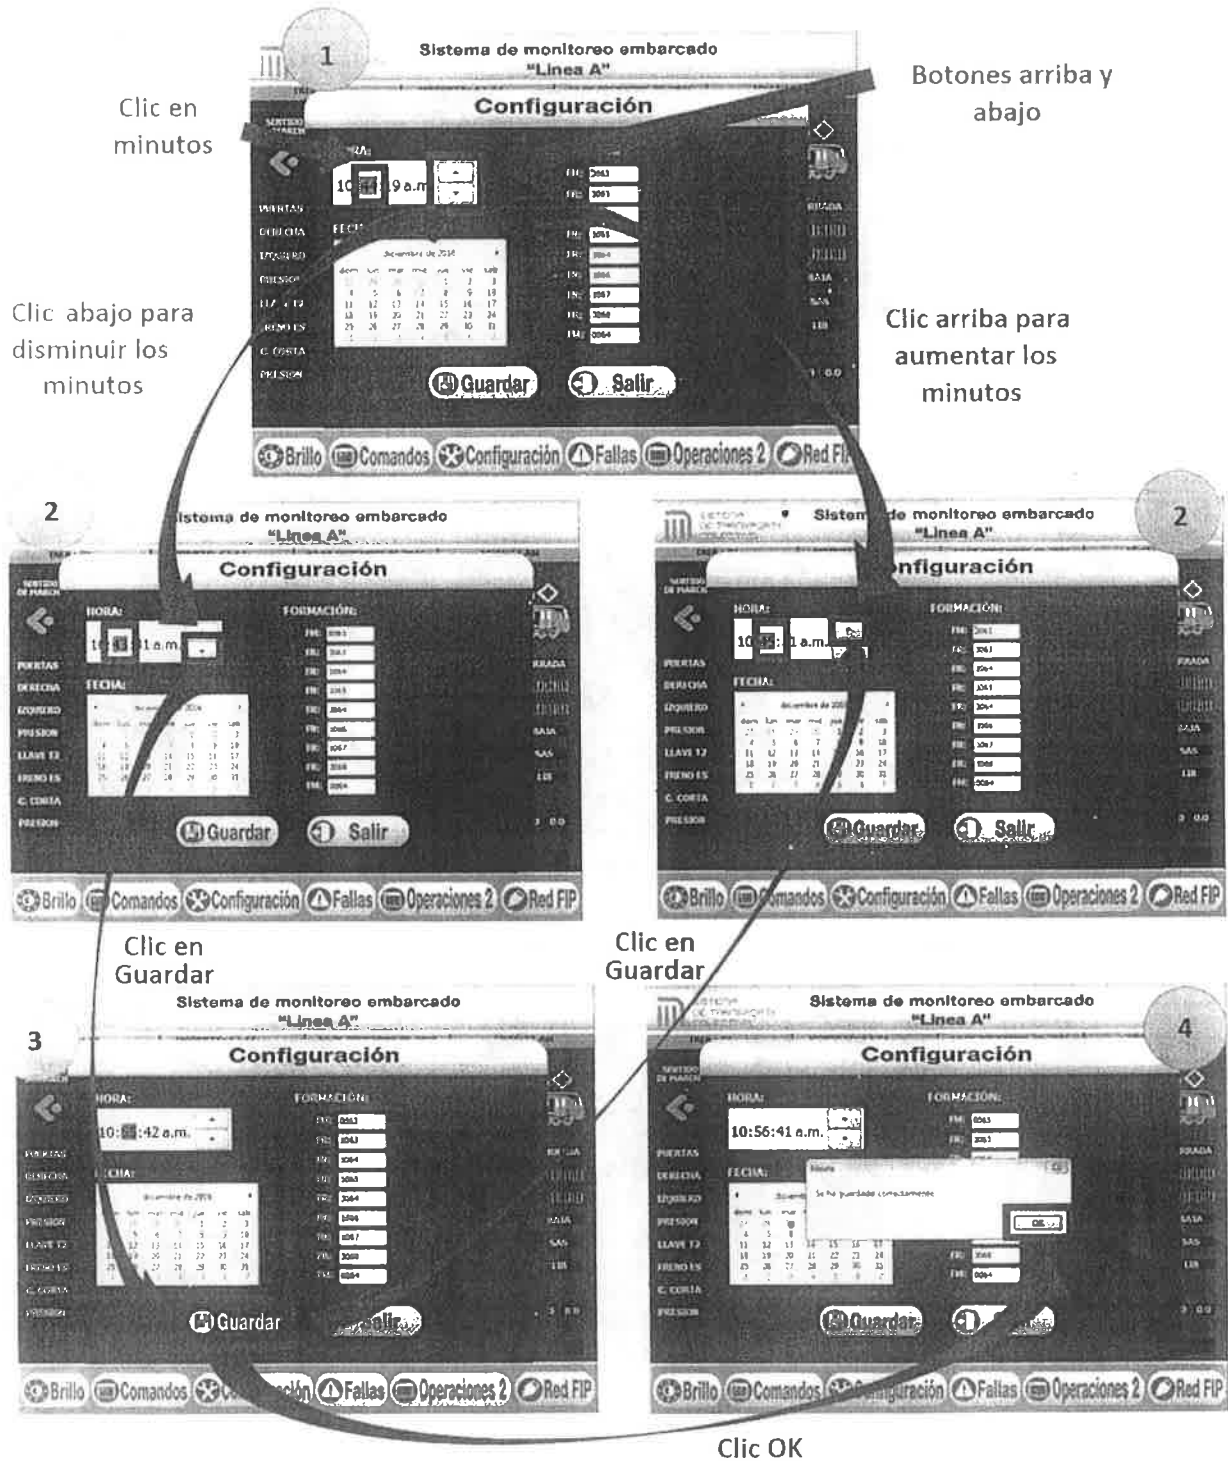

Figura 30. Proceso de modificación de minutos en la pantalla configuración.
- Para cambiar **solo los minutos** se da clic en los minutos posteriormente en los botones hacia arriba o abajo ya sea para aumentar o disminuir los minutos, después clic en guardar y clic en OK (Figura 30).